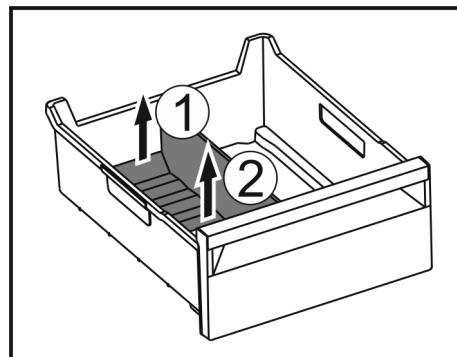

Fig. 146
► Приподнимите заднюю часть разделителя отделения для льда. Fig. 146 (1)
► Извлеките разделитель отделения для льда движением вверх. Fig. 146 (2)